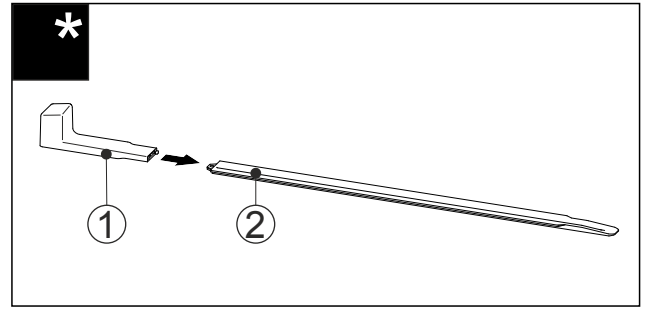

Fig. 48
- Insérer la poignée de montage Fig. 48 (1) dans le rail de nivellement Fig. 48 (2).